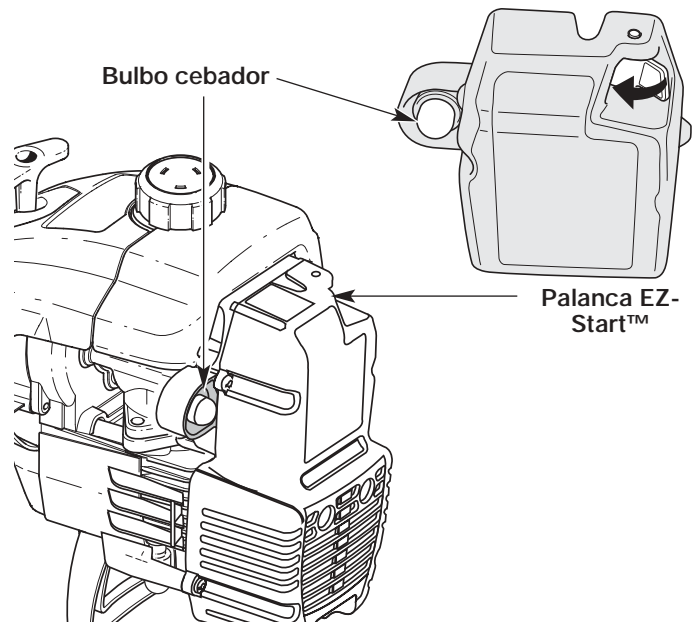

Fig. 17
3. Oprima y suelte por completo la bombilla del cebador lentamente de 10 veces. El combustible debe estar visible en la bombilla (Fig. 17). Si el combustible no está visible, oprima tres (3) veces más o hasta que lo vea.
4. Empuje la palanca EZ-Start™ hacia la izquierda hasta que encaje y se asegure en su lugar (Fig. 17).
6. Oprima el control del regulador para calentar el motor de 5 a 10 segundos. La palanca EZ-Start™ se desactiva automáticamente (Fig. 17).